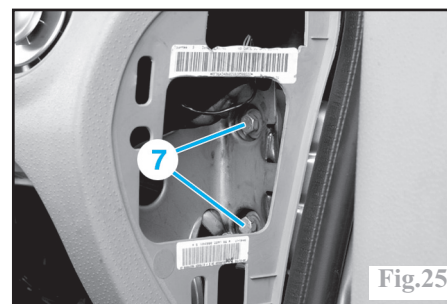

Fig.25
De chaque côté, déposer les vis de fixation latérales (7) de la planche de bord (Fig.25).